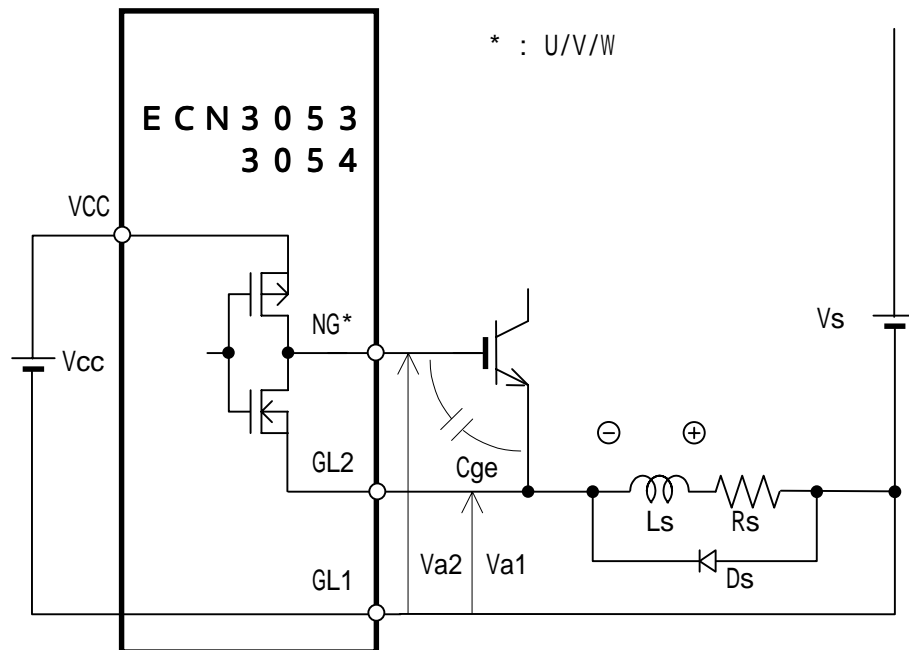

図 16 . ショント抵抗における過電圧の発生
(11) Rsシャント抵抗について
- ・過電流保護動作レベルを決定するシャント抵抗Rsおよびその配線系において、できるだけインダクタンス成分を生じないようにして下さい。（図16参照）